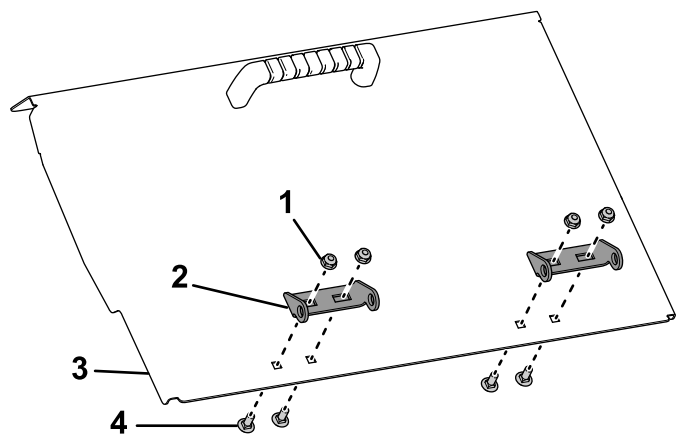

Figure 7
- Montez la charnière sur la trappe de la trémie à l'aide des boulons de carrosserie (6 mm x 16 mm) et des contre-écrous fournis (Figure 7).